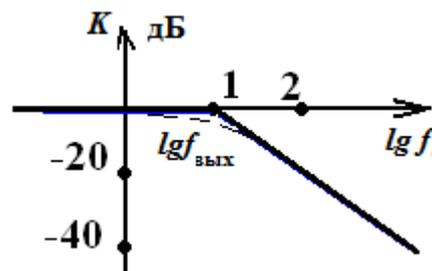

Рис. 7. ЛАЧХ ФНЧ (выходной RC цепи)
Проанализируем поведение коэффициента передачи входной цепи формула (11) на всём частотном диапазоне, рис. 7:
При этом максимальная ошибка ЛАЧХ будет наблюдаться на частоте излома характеристики, и составлять 3 дБ (рис. 7 пунктирная прямая).